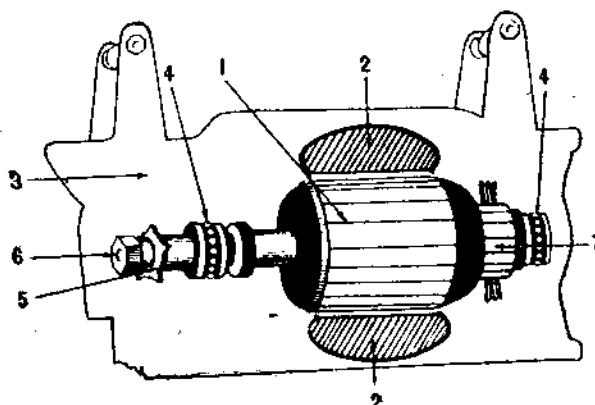

Рис. 40. Двигатель.
вместе с ручками составляют корпус (3) инструмента. Якорь свободно вращается в поле электромагнитов и смонтирован на двух шарикоподшипниках (4). С одной стороны (со стороны цепи) на вал якоря надевается звездочка (5), служащая для передачи движения вала двигателя гайкой (6). На другую сторону вала двигателя надет коллектор (7), по которому скользят щетки, соединенные проводами с обмотками электромагнитов. Общие концы через выключатель выведены в штепельную розетку (8), которая помещена с левой стороны инструмента (рис. 40).